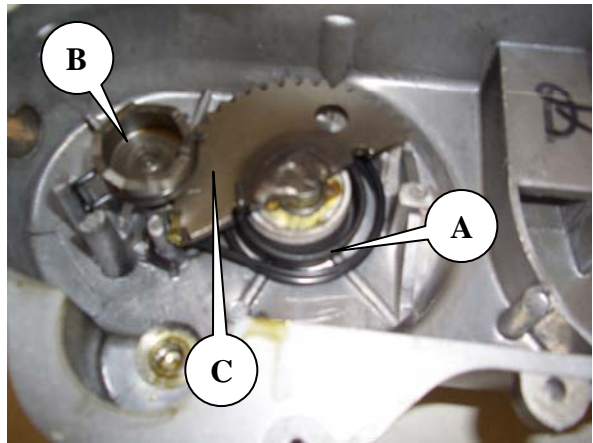

Abb.4
5. Hängen Sie die Torsionsfeder **A** der Starterwelle aus und überprüfen Sie diese auf Spannkraft. (Abb. 4)
6. Entfernen Sie das Kickstarterantriebsrad und überprüfen Sie es auf Abnutzung oder Beschädigungen. (**B** in Abb. 4)
7. Entnehmen Sie die Starterwelle (**C** in Abb.4).